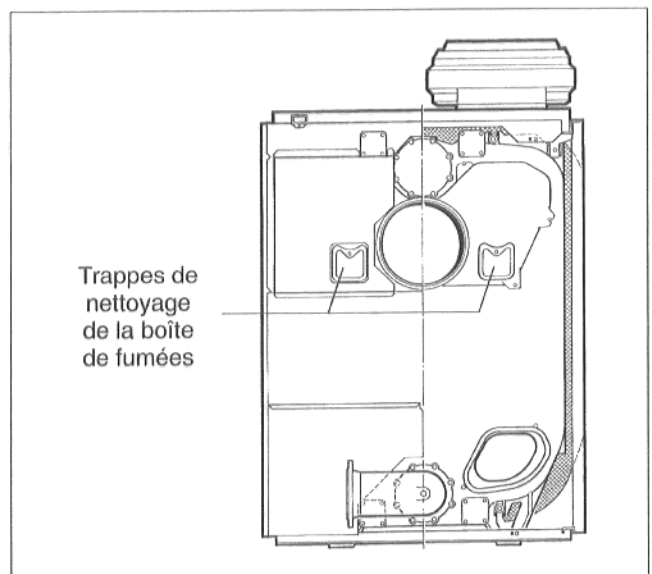

Fig. 64
- Enlever les dépôts de combustion de la boîte à fumées (Fig. 64).